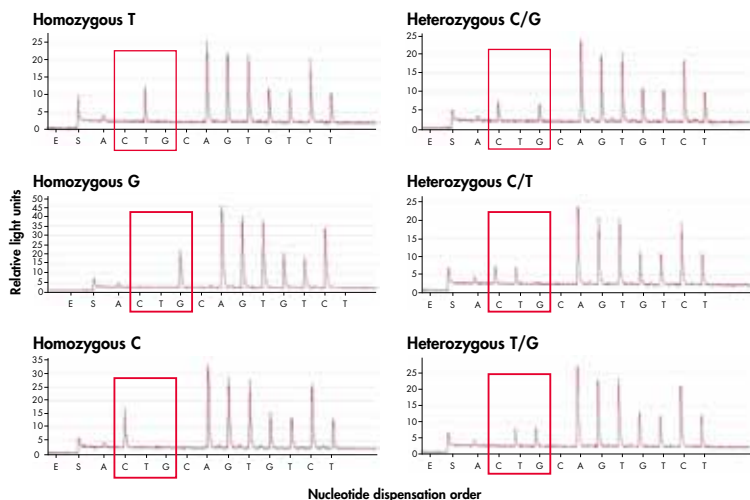

図 5. トリアレルックな解析例
- マルチアレルック (tri-tetra allelic) な変異や挿入/欠失にも対応 (図 5、引用文献 1)